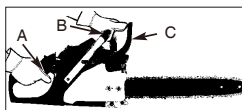

Bild. 10
## TESTEN SIE DIE KETTENBREMSE WIE FOLGT (Bild.10):
3. Ergreifen Sie den hinteren Griff (A) mit der rechten Hand. (Bild. 10).
4. Mit der linken Hand halten Sie den vorderen Griff (B) fest [nicht den Kettenbremshebel (C)]. (Bild.10)
5. Drücken Sie den Gashebel auf 1/3 Geschwindigkeit und aktivieren Sie dann sofort den Kettenbremshebel (C). (Bild.10)